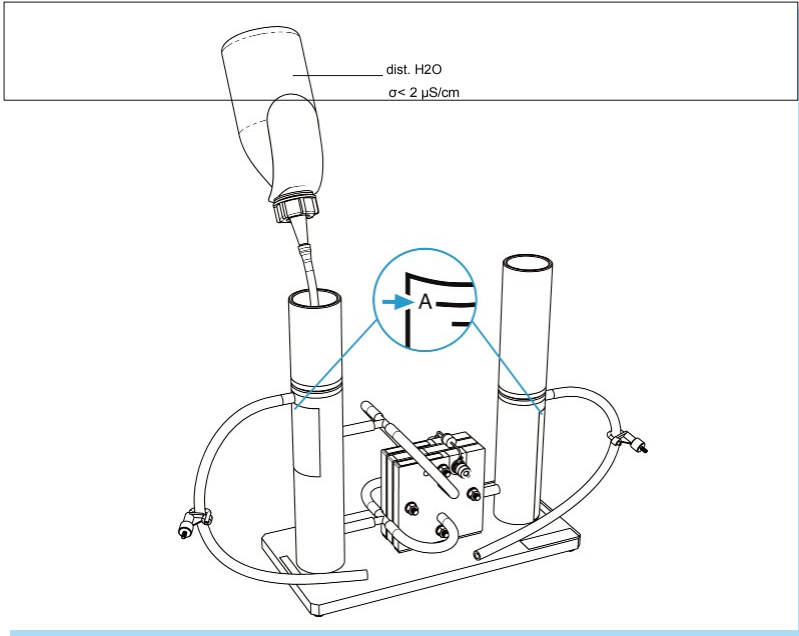

Fig. 4 : Remplissage
- Remplir les deux réservoirs de stockage de gaz avec de l'eau distillée jusqu'au repère -A- ( $\sigma < 2 \mu\text{S/cm}$ ), comme le montre la figure 4.